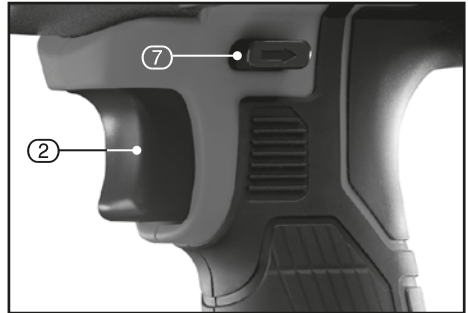

FIG.7
9.4 VARIABLE SPEED TRIGGER – FIG. 7